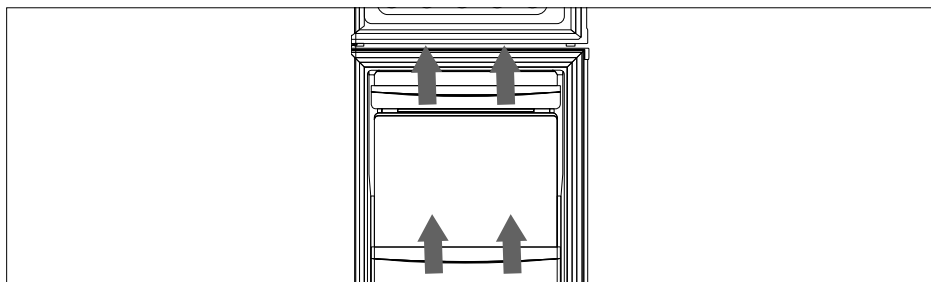

Fig. 19
- ▶ Soulevez le balconnet (4/6) (voir **Fig. 19**) pour le retirer.